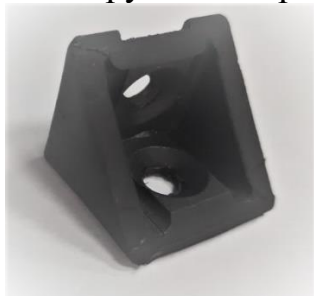

Рис. 6. Внешний вид уголка для крепления корпуса спутника
- Деталей, узлов, элементов конструкции и крепления корпуса (уголок) (рис.6).